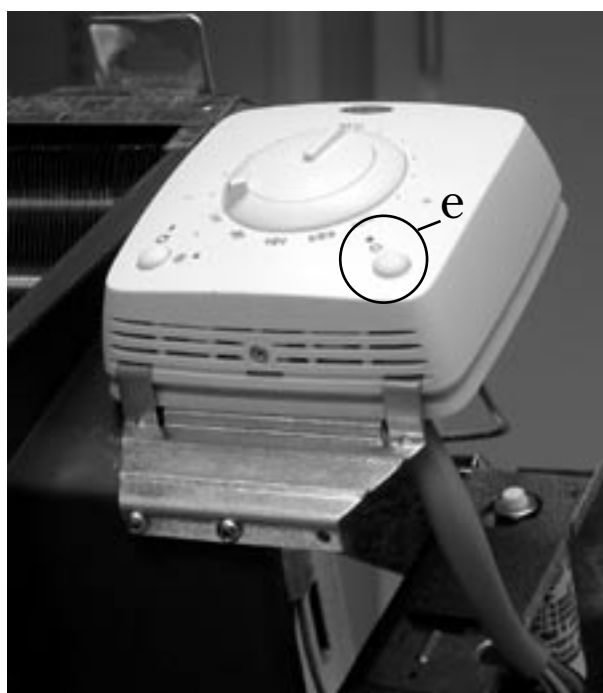

Fig. 2
9. Reglerenheten har en energisparfunktion som aktiveras med knappen märkt "e", fig. 2. Funktionen ska ej aktiveras i IVTs applikationer. Kontrollera att den gula lysdioden ej lyser.